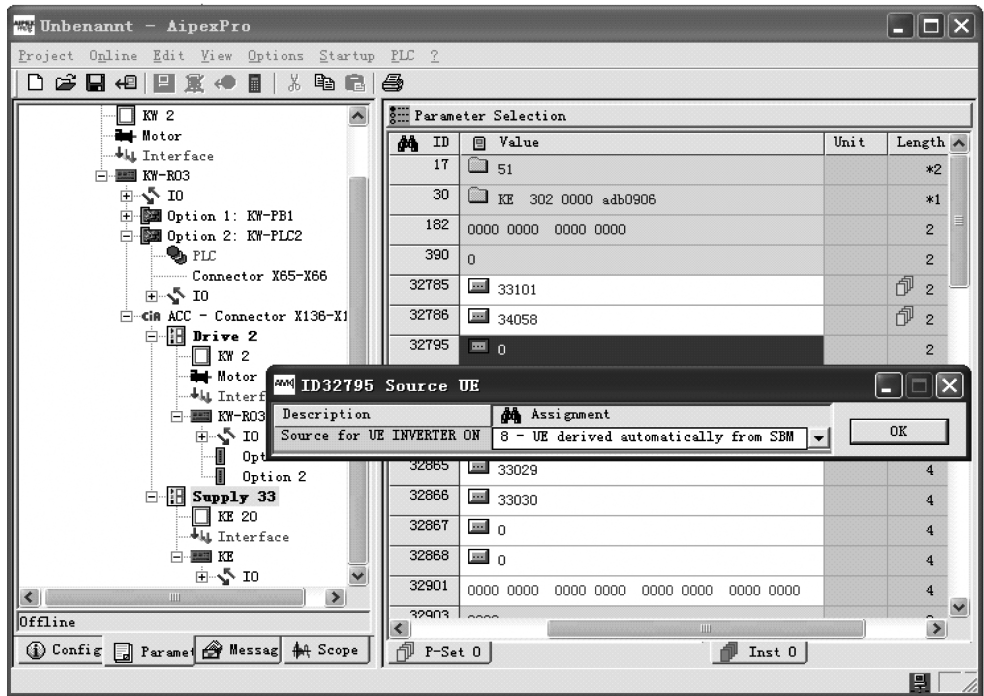

图 4-14 配置 KE20 电源模式
11) 双击添加电源模块 KE20，并将其参数 ID 为 32795 设置为 8（表示 KE20 模块自检完成后自动向直流母线输出直流高压电），如图 4-14 所示。